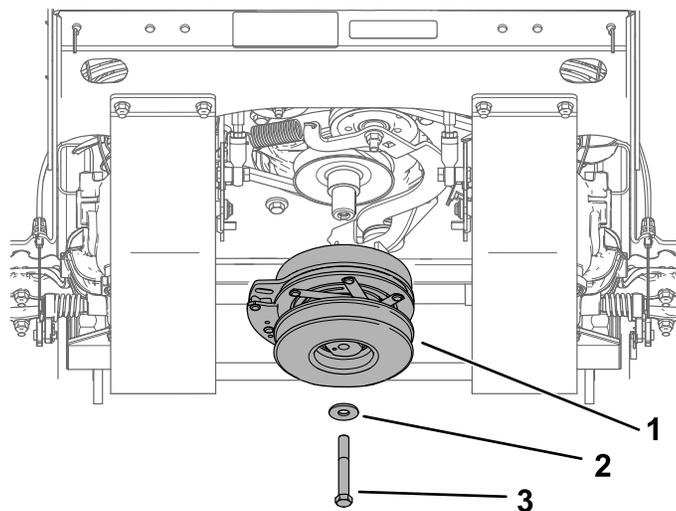

Figura 56
4. Retire la polea del embrague (Figura 56).